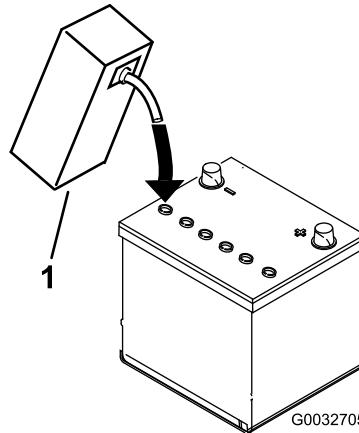

图7
- 小心为每个电池注入电解液直到电池极板被大约 6mm 的液体覆盖 图7。
- 等待约 20 至 30 分钟以便电解液渗透到极板内。必要时加注电解液使电解液保持在加注井底部约 6mm 范围内 图7。